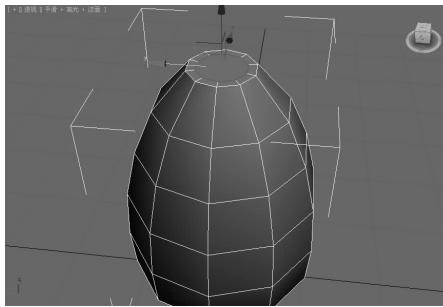

图 5-84 顶面插入多边形▲
(3) 回到圆柱体的“修改”命令面板，在“选择”卷展栏中单击“多边形”按钮，在透视图中选中圆柱体的顶面，在“编辑多边形”卷展栏中单击“插入”按钮右边的□按钮，弹出“插入多边形”对话框，设置“插入量”为 0.85，单击“确定”按钮，在透视图中得到如图 5-84 所示的效果。